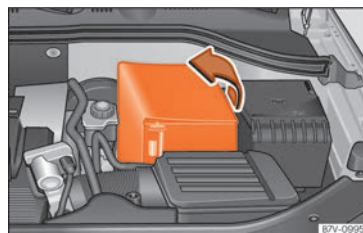

Fig. 299 Nel vano motore: estrarre la copertura della batteria del veicolo.
- *Nel caso di una copertura:* togliere la copertura tirando da un lato » fig. 299.